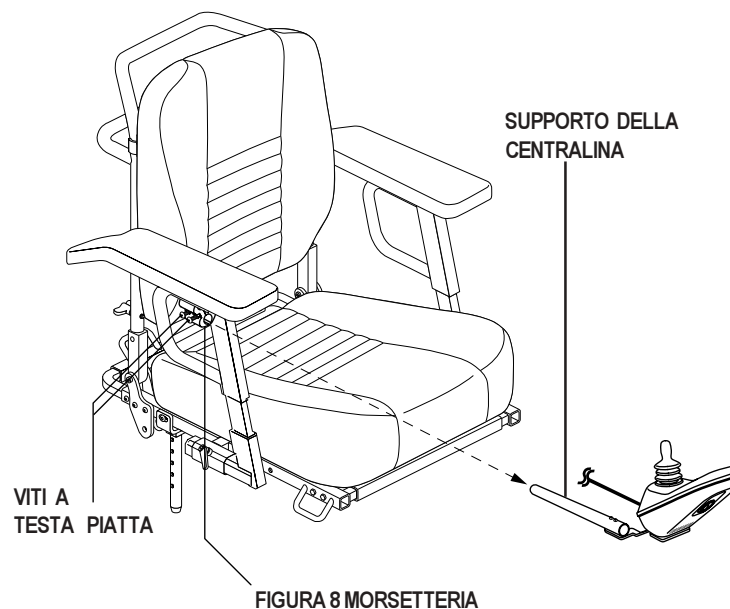

Figura 15. Posizione della centralina
4. Allentare le viti a testa piatta nella morsetteria della figura 8, ubicate sul bracciolo. Vedere figura 15.